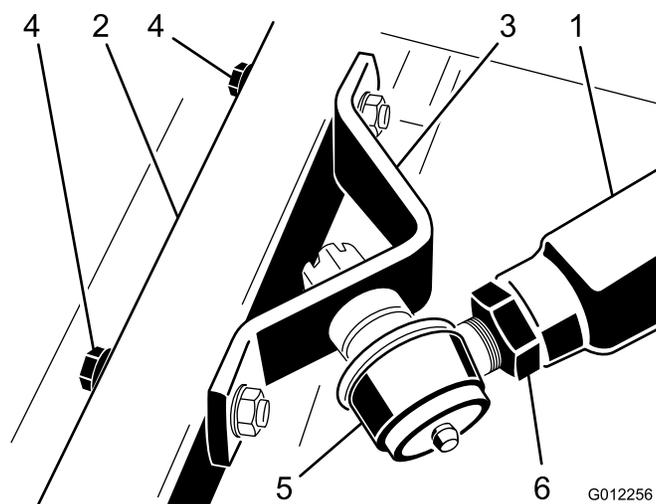

Figura 22
5. Fatevi aiutare da un'altra persona ad abbassare il braccio di spinta destro mentre rimuovete viti a testa cilindrica, rondelle piane e dadi di bloccaggio che fissano il supporto del giunto sferico al braccio della ruota orientabile sull'apparato di taglio (Figura 22). La persona che vi assiste può spostare il braccio di spinta
3. Con l'aiuto di un'altra persona, spingete con cautela il braccio di spinta destro verso il basso in modo che i fori del supporto del giunto sferico siano allineati con quelli del braccio delle ruote orientabili (Figura 22).